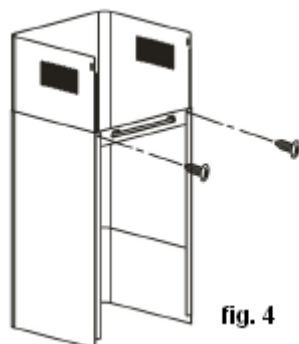

fig. 4
- Fixe o apoio plano na parte de trás da chaminé inferior. (fig. 4).
- Coloque as 2 chaminés sobre o exaustor (fig. 4).